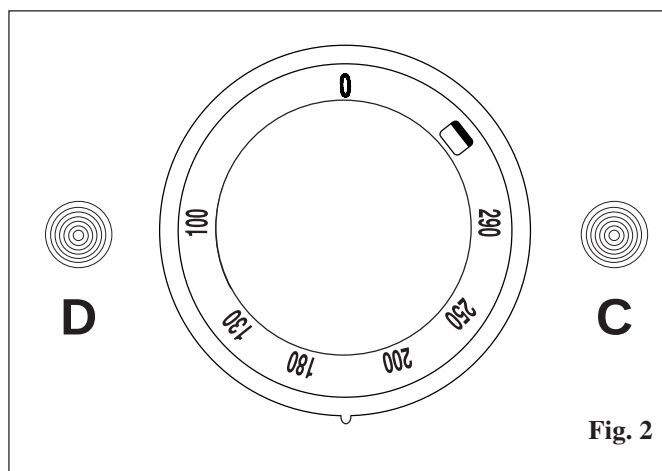

Fig. 2
CONTROL DE LA PRESIÓN EN EL INYECTOR (P_i) Fig. 2
La toma de la presión se encuentra encima del porta inyector (fig. 2)
- Girar el pomo (Pos. A - Fig. 2) en el sentido de las agujas del reloj programando la temperatura deseada.
- Al encenderse la luz testigo naranja (Pos. C - Fig. 2) indica que el termostato ha entrado en función y por tanto que el horno está aún calentándose. Cuando dentro de la cámara de cocción se alcanza la temperatura deseada correspondiente a la programada con el pomo (Pos. A - Fig. 2) la luz testigo naranja se apaga y por tanto se pueden introducir en el horno los alimentos que se desea asar o cocer.
Sustituir el inyector (Fig. 2 pos.2) del quemador (llave del 12) con el correspondiente para el tipo de gas escogido ateniéndose a la Tabla II Inyectores Cap. 2.5.
- Sustituir el tornillo de la capacidad térmica mínima, by-pass (Fig. 2 pos. 1) con el correspondiente para el tipo de gas escogido, ateniéndose a la Tabla II Inyectores Cap. 3.4..0.2 y 3.4.0.3.